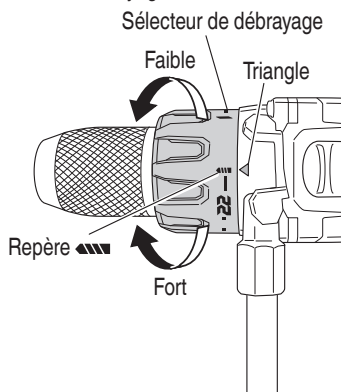

Fig. 14
7. Vérification de la position du sélecteur de débrayage (Voir Fig. 14).
- (2) Indication du couple de serrage (Voir la Fig. 14, 16)
- (3) Réglage du couple de serrage (Voir Fig. 14, 16)